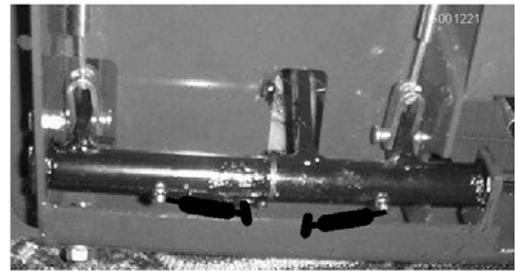

Figura 38
- Cabos dos travões (rodas e extremidades dos pedais dos travões) (Figura 38)
- Casquilhos da articulação dos travões (Figura 38)